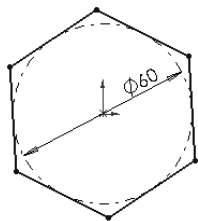

图 5-111 标注的草图 1
3) 标注尺寸。选择菜单栏中的“工具”→“标注尺寸”→“智能尺寸”命令，或者单击“草图”面板中的（智能尺寸）按钮，标注步骤2) 绘制草图的尺寸，结果如图 5-111 所示。